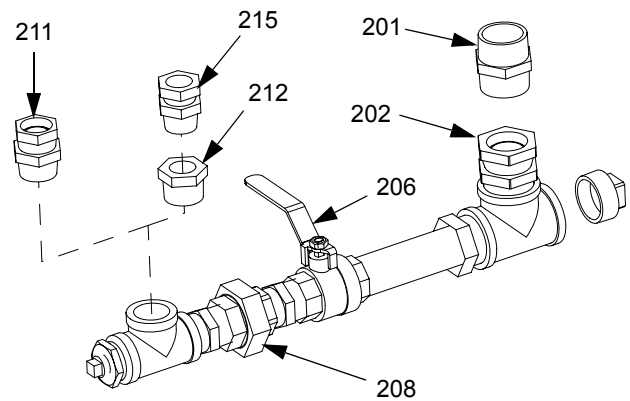

Рис. 29: Узел выпуска жидкости
3. Удалите фитинг с накидной гайкой (202). См. стр. Рис. 29.
4. Если перекачивающий насос (H) или рециркуляционный насос (J) монтируется на бункер:
5. Удалите болты (107) и шайбы (110) из-под монтажного кронштейна (101).